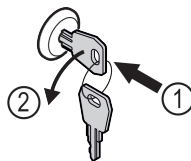

Fig. 161
- ▶ Dugja be a kulcsot. Fig. 161 (1)
- ▶ Forgassa el a kulcsot 90°-kal az óramutató járásával ellenkező irányba. Fig. 161 (2)